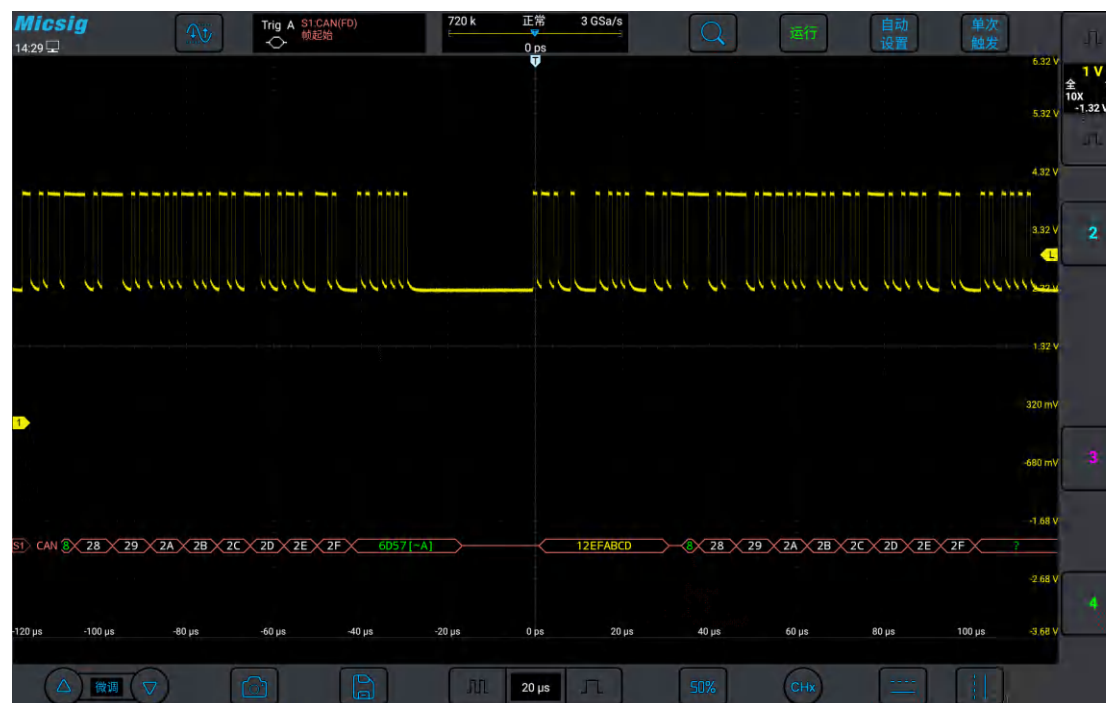

图 12-16 CAN 总线解码结果
- (1) 轻点 S1 打开解码通道，向左轻扫 S1 打开总线配置菜单；
- (2) 选择总线类型为“CAN”，依次点选“Ch1”“CAN_H”“1Mb/s”，FD 波特率设置为“无”，设置完成后点按空白区域关闭菜单；
- (3) 打开触发方式配置菜单，点选“帧起始”；
- (4) 依据信号幅值调节阈值电平；CAN 总线解码结果见图 12-16：